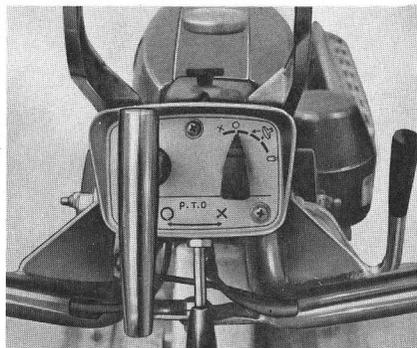

Fig. 13
- Quand la prise de force n'est pas utilisée, le levier de prise de force doit être placé au milieu, se référer à la fig. 13.